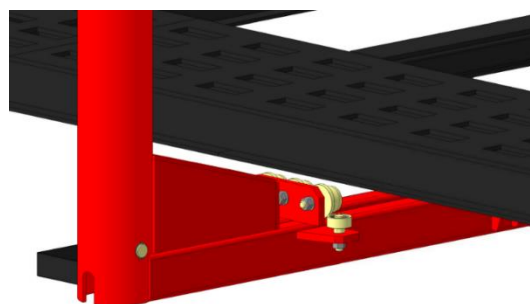

Рисунок 44
- Доставьте силовое устройство к прямолинейной стороне платформы и заведите горизонтальную балку устройства под платформу (рисунок 44).